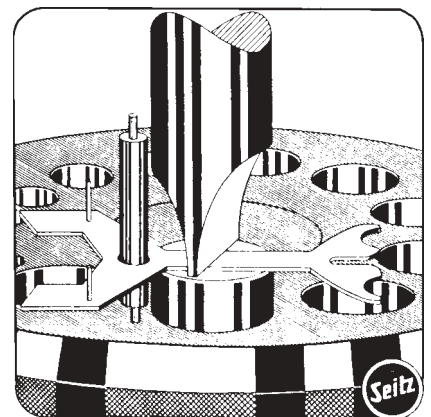

Abb. 39
- c) Dient zum Strecken von Ankergabeln (Abb. 39, 40)